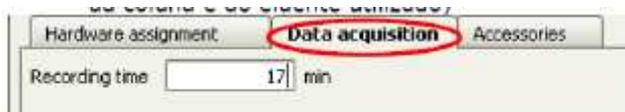

Figura 10.6 – Janela do software Magic Net IC, tempo de aquisição.
- Mude o tempo de aquisição para 17 minutos para ânions (o tempo depende da coluna e do eluente utilizado), Figura 10.6.